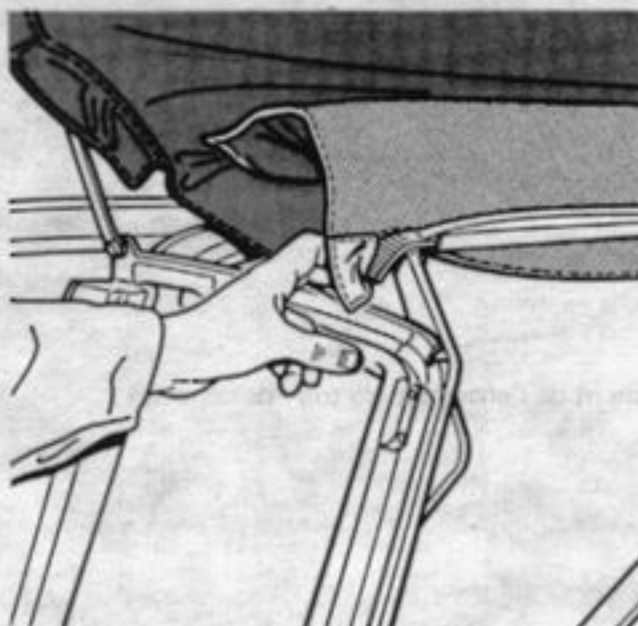

Figure 28
- Dégager la doublure de chaque extrémité du 3ème arceau, (figure 28)